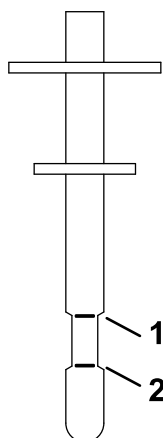

Figure 62
7. Remettez la jauge dans le goulot de remplissage, ressortez-la et contrôlez le niveau de liquide (Figure 62).